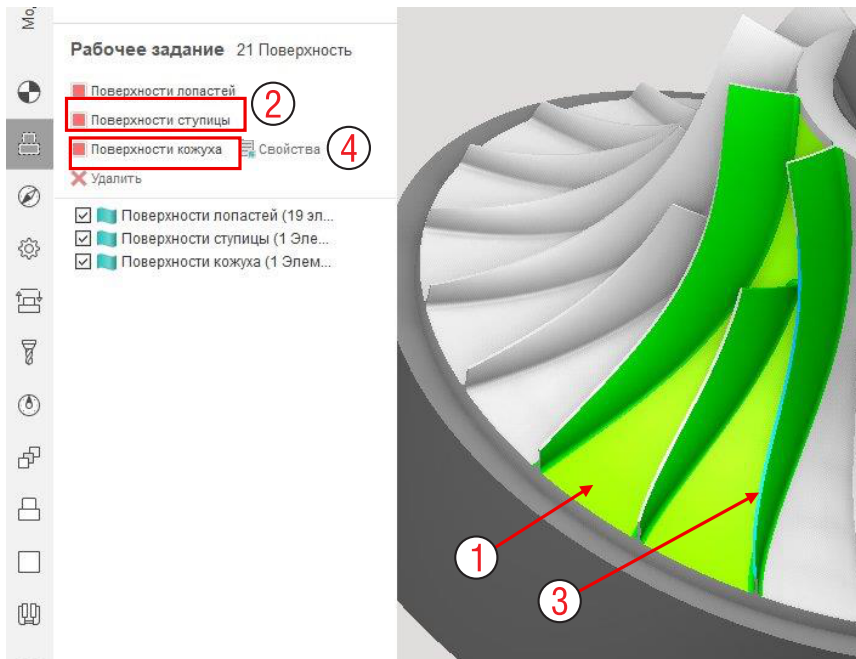

Рис. 14-4. Рабочее задание – поверхности ступицы.
Далее выберите поверхность ступицы (1 на рис. 14-4) и нажмите на иконку **Поверхности ступицы** (2). Далее выберите поверхность кожуха (3) и нажмите на иконку **Поверхности кожуха** (4). В данном случае выбрано по одной поверхности, что видно в списке объектов рабочего задания.